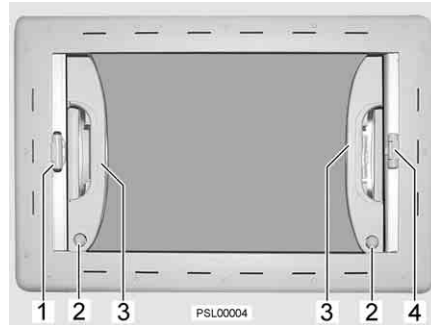

Fig. 17 Toit multiple
- ▷ Le toit multiple ne doit être actionné qu'avec les deux mains sur les poignées (Fig. 17,3).
- Saisir une poignée (Fig. 17,3) d'une main et placer le toit multiple dans la position désirée.
- Quand le toit multiple est ouvert tout droit vers le haut, enfoncer les gâches de sécurité (Fig. 17,2) et pousser le toit multiple vers l'arrière en le tenant par les poignées.
- Appuyer sur les boutons de déverrouillage rouges de la poignée (Fig. 17,1) et tirer sur la poignée du store occultant jusqu'à ce qu'il soit dans la position souhaitée.
- Appuyer sur les boutons de déverrouillage rouges de la poignée (Fig. 17,1). Le dispositif de blocage sera alors débloqué.
- Tirer sur la poignée (Fig. 17,4) de la moustiquaire jusqu'à toucher la poignée du store occultant (Fig. 17,1) située vis-à-vis et la laisser s'enclencher.
- Laisser revenir lentement la moustiquaire en la maintenant par la poignée (Fig. 17,4).